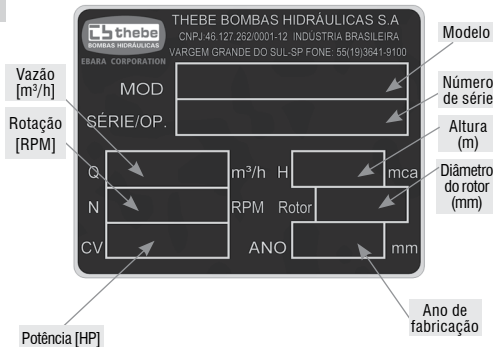

Fig.1 Dados da plaqueta (Tipo Inglês Standard)
- (1) Verifique se a bomba se encontra assim como ordenado pela plaqueta de identificação (Fig.1)
- (2) Confirme que não houve danos durante o transporte. Verifique todas as porcas e parafusos e confirme que não estão soltos.
- (3) Confirme que todos os acessórios foram entregues.